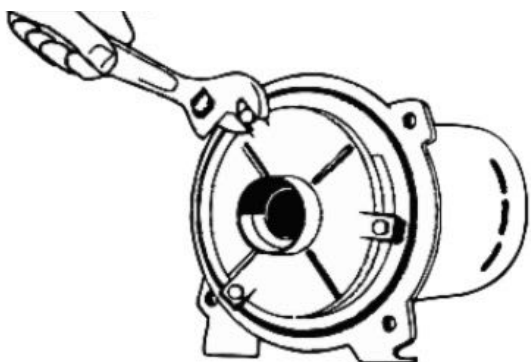

Figure 19 : Retirer la plaque du diffuseur
4. Retirez les boulons de la plaque du diffuseur et détachez le diffuseur (figure 19). Lors du remplacement du diffuseur, utilisez trois cales de 0,010 po d'épaisseur espacées de manière égale entre l'œil de l'impulseur et le diffuseur pour éviter que la impulseur ne frotte le diffuseur et ne se coince.